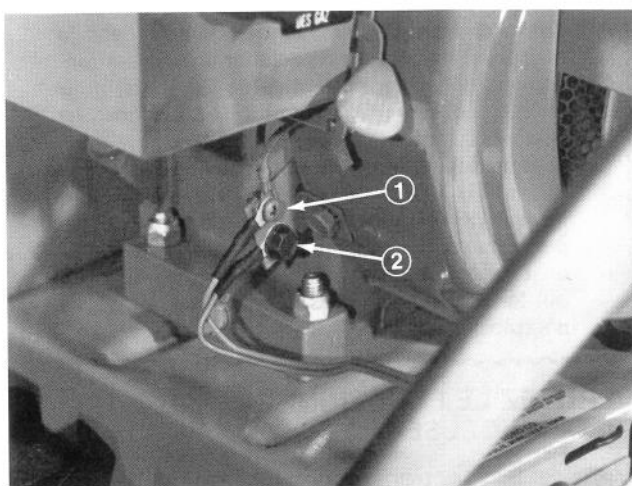

Figure 11
1. Enlevez la vis à tête Phillips, et le fil, du support du moteur, installez le fil à trou de plus petit diamètre et fixez de nouveau au support du moteur (Fig. 11).
2. Introduisez la vis à tête à collerette par le grand trou dans le fil restant, et installez dans le trou inférieur dans le support du moteur (Fig. 11).